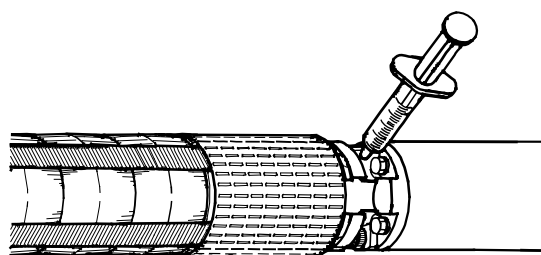

Fig. 7 Fyllningsventilens placering
1. Peta ut filtret framför ventilen överst på motorn med hjälp av en skruvmejsel. Har filtret en skåra, skall det skruvas ut. Påfyllningsventilens placering framgår av fig. 7.
2. Tryck påfyllningssprutan mot ventilen och pumpa in vätska, fig. 7. Trycks ventilkägglan för långt in kan den skadas och ventilen kan då bli otät.